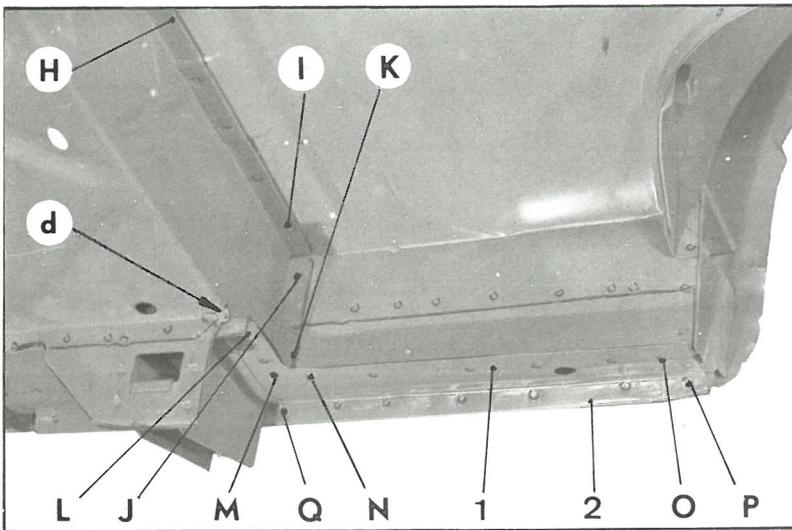

Fig. 2
Percer (fig. 2)
- en* M (fig. 2) (côté plancher)
3. Dégraffer les tôles (1) de fermeture de brancard (fig. 2).